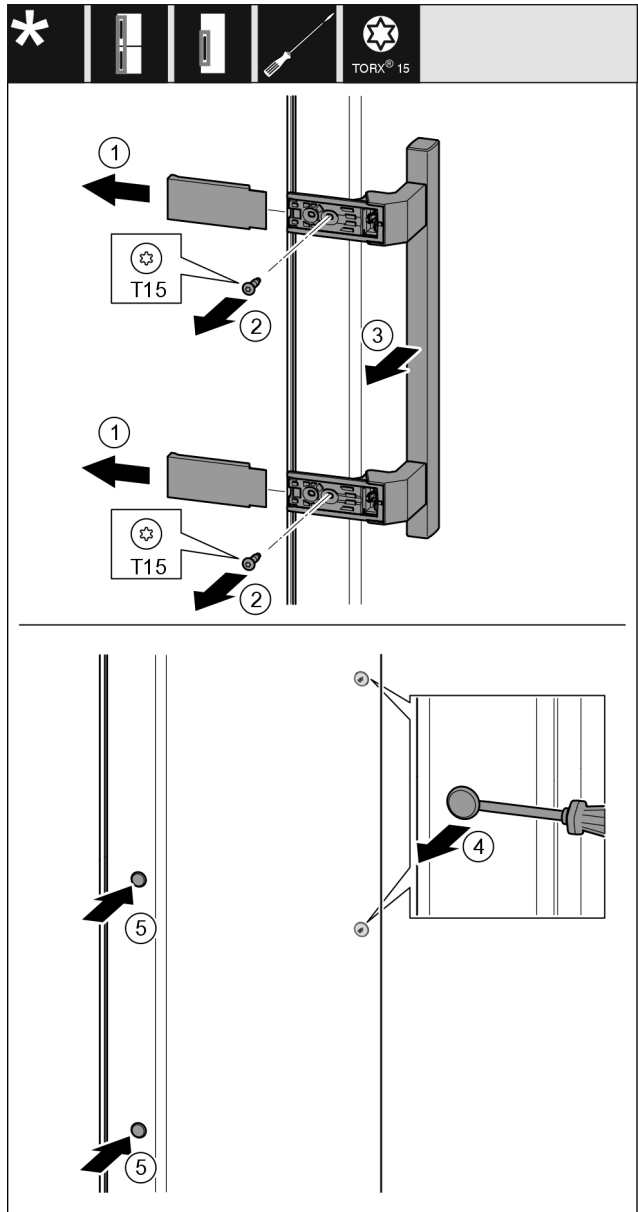

Fig. 12
- Abdeckung abziehen. Fig. 12 (1)
- Schrauben mit Schraubendreher Torx 15 herausdrehen. Fig. 12 (2)
- Griff abnehmen. Fig. 12 (3)
- Seitlichen Stopfen vorsichtig mit einem Schlitzschraubendreher anheben und herausziehen. Fig. 12 (4)
- Stopfen auf der anderen Seite wieder einsetzen. Fig. 12 (5)